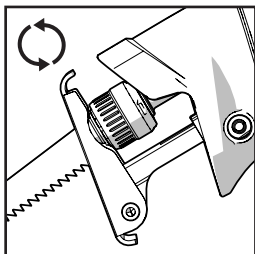

Fig. 1
- Ruotare la manopola di serraggio della lama in senso anti orario. **(Fig. 1)**